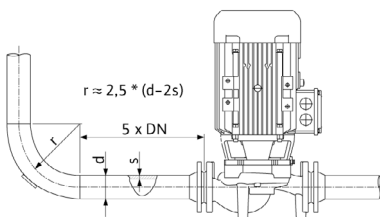

Рис. 4. Участок выравнивания потока перед насосом и за ним
Перед и за насосом должен быть предусмотрен участок выравнивания потока в форме прямого трубопровода. Длина данного участка выравнивания потока должна составлять как минимум $5 \times DN$ (5-кратный номинальный диаметр) фланца насоса (Рис. 4). Данная мера служит для предотвращения кавитации в потоке.
- Подключение к сети зависит от мощности двигателя P_2 , сетевого напряжения, а также типа пуска. Необходимое переключение соединительных перемычек в клеммной коробке можно определить по следующей таблице «Табл. 4. Соединение клемм» и Рис. 4.